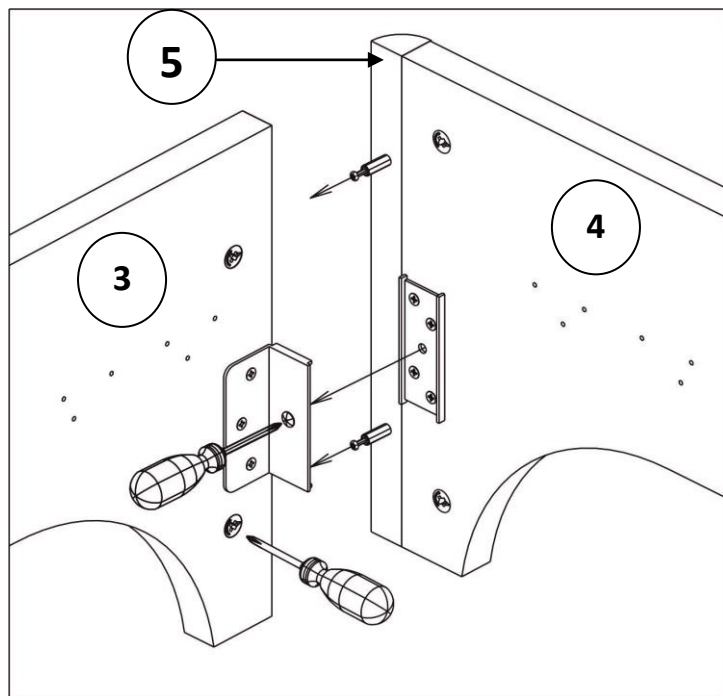

Рисунок 5.
4. Используя эксцентрики 25 мм, прикрепить деталь в сборе (поз. 4, 5) к деталям (поз. 2, 3). Стянуть винтом угловую часть стяжки кровати с плоской. **См. рисунок 5.**